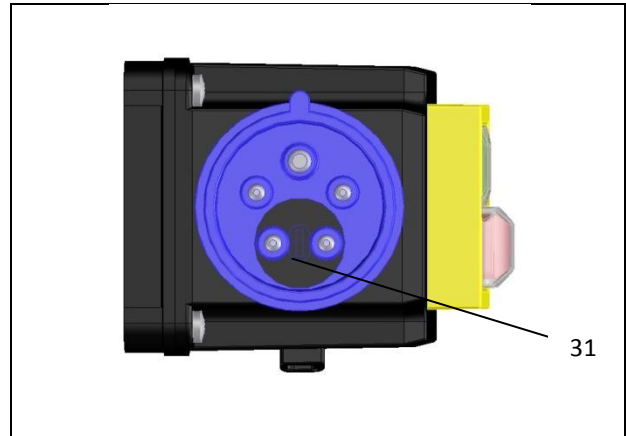

Bild 5: Phasenwender
4. Den Phasenwender (→ Bild 5, [31]) im Netzanschluss mit einem geeigneten Schraubendreher um 180° drehen.